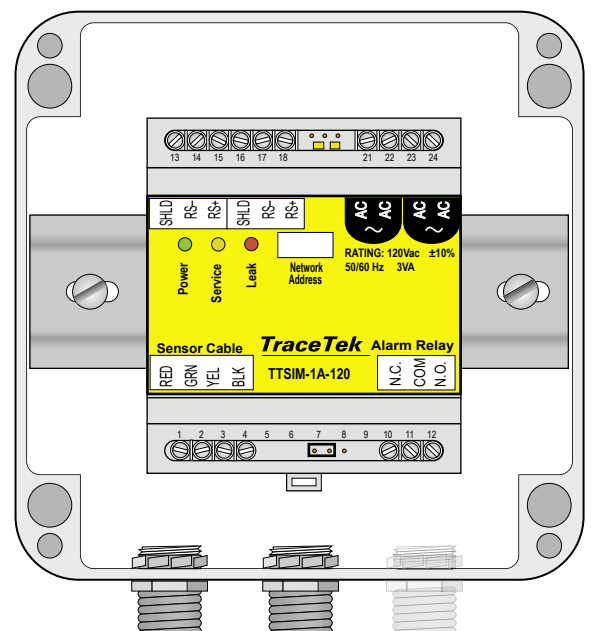

Bild 2 Montage im Gehäuse
### Montage TTSIM-1A mit IP 56Gehäuse (optional) (Bild 2)
- Eine typische Installation für den Betrieb unter freiem Himmel oder unter widrigen Umgebungsbedingungen erfordert drei Öffnungen im TTSIM-ENC-Gehäuse: eines für die Zufuhr von Versorgungsspannung und Telemetrie, ein weiteres für die Ableitung von Versorgungsspannung und Telemetrie sowie ein drittes für die Verbindung zum Sensorkabel (siehe Bild 2).